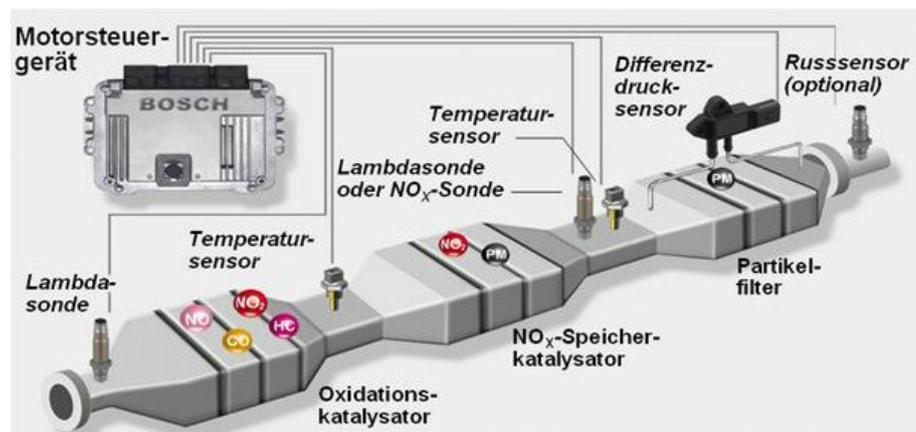

Abb.14: Abgasbehandlung mit  $\text{NO}_x$ -Speicherkatalysator (Quelle: Bosch)
- Im  **$\text{NO}_x$ -Speicherkatalysator** (Abb.14) werden die Stickoxide, die während der mageren (d.h. sauerstoffreichen Phase) entstehen, aufoxidiert (beispielsweise zu Bariumnitrat) und zwischengespeichert.